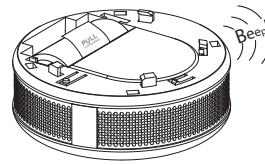

Fig. 4
4. Das richtige Einschalten wird mit einem kurzen Signalton bestätigt (Fig. 4).